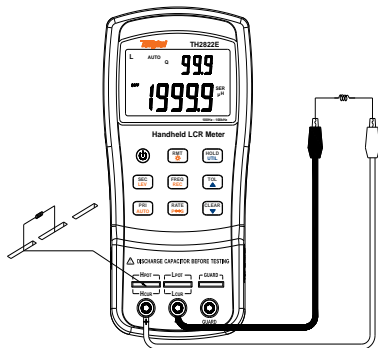
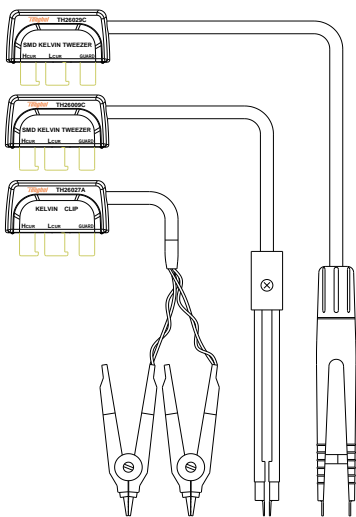
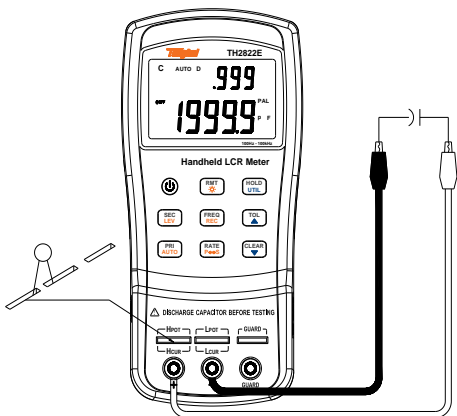
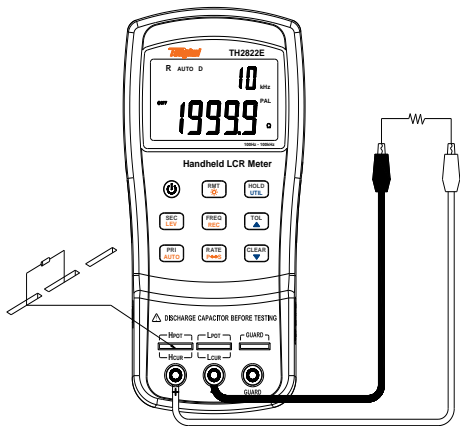

图12- 电感测量
图13 - 四端测试附件
图 14- 电容测量
图 15- 电阻测量
3. 将电感插入测试槽，或选用合适的测试附件（橡胶插头-鳄鱼夹，测试夹或**SMD**测试钳等）接入被测电感。如图12，图13为可选用的四端测试附件。
3. 将电容插入测试槽，或选用合适的测试附件（橡胶插头-鄂鱼夹，测试夹或 SMD 测试钳等）接入被测电容。如图 14，图 13 为可选用的四端测试附件。
3. 将电阻插入测试槽，或选用合适的测试附件（橡胶插头-鄂鱼夹，测试夹或SMD测试钳等）接入被测电感。如图15，图13为可选用的四端测试附件。
3. 将阻抗元件（电阻，电容，电感）插入测试槽，或选用合适的测试附件（橡胶插头-鄂鱼夹，测试夹或**SMD**测试钳等，如图13）接入被测件。
3. 将阻性元件插入测试槽，或选用合适的测试附件（橡胶插头-鄂鱼夹，测试夹或**SMD**测试钳等，如图13）接入被测件。